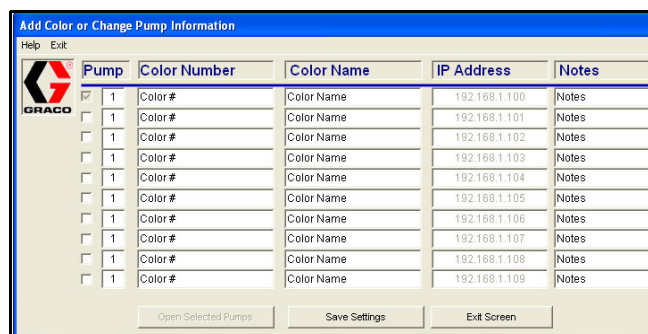

FIG. 20 Flera VFE-anslutningar
5. Skriv in ny pumpinformation. Se FIG. 20. Kryssa för rutorna vid var och en av de anslutna enheterna.